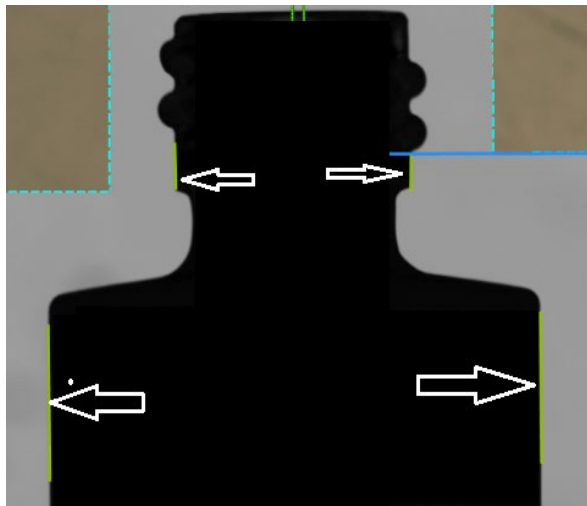

Fig.1
1. En appliquant une lumière par le bas, la silhouette de l'article à évaluer est identifiée. À ce stade, les lignes correspondant aux parois du corps du flacon et de l'embouchure sont déterminées (voir flèches dans la fig. 1) ;